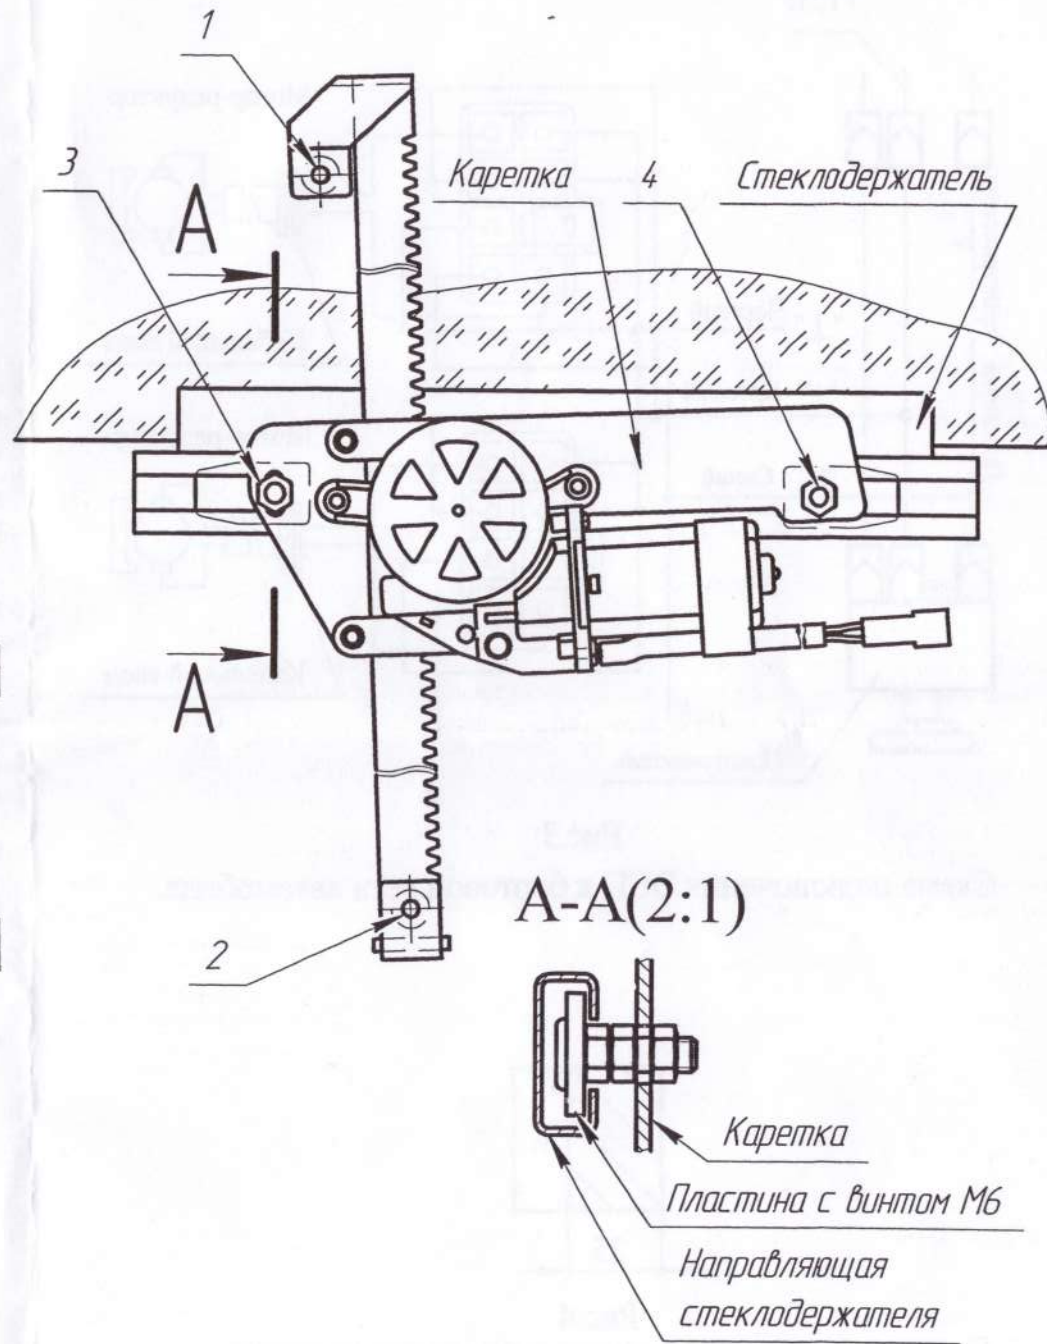

Рис.2
6.5.5 Оттягивая ЭСП на себя и перемещая пластины с винтами М6 по направляющей стеклодержателя, совместить пластины с отверстиями поз. 3 и 4 на каретке (см. рис.2), закрепить гайками М6 из монтажного комплекта.